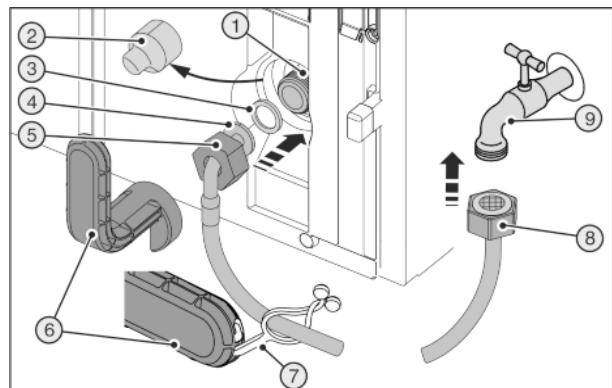
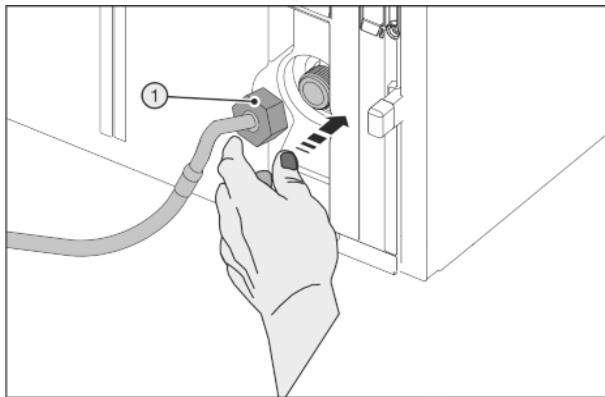

Fig. 48
Fig. 49
Сломанный вспомогательный инструмент Fig. 48 (6)!
- ▶ Вспомогательный инструмент Fig. 48 (6) использовать только при комнатной температуре.
- ▶ Снять крышку Fig. 48 (2).
- ▶ Облегченный монтаж: Выложить прямой конец шланга Fig. 48 (8) влево на землю.
- ▶ До конца сдвинуть гайку Fig. 48 (5) через конец шланга в виде угла Fig. 48 (4) и удерживать.
- ▶ Смочить уплотнение Fig. 48 (3) и вдавить в гайку Fig. 48 (5).
- ▷ Уплотнение Fig. 48 (3) прилегает и слегка поддерживается.
- ▶ Осторожно одеть гайку Fig. 49 (1) и накрутить на резьбу двумя пальцами до обеспечения надежной посадки.
- ▶ Затяните гайку Fig. 49 (1) с помощью вспомогательного инструмента Fig. 48 (6) по часовой стрелке, пока не будет достигнут максимальный момент затяжки и вспомогательный инструмент Fig. 48 (6) начнет прокручиваться.
- ▶ Навинтить гайку Fig. 48 (8) на запорный кран Fig. 48 (9).
- ▶ Затяните гайку Fig. 48 (8) с помощью вспомогательного инструмента Fig. 48 (6) по часовой стрелке, пока не будет достигнут максимальный момент затяжки и вспомогательный инструмент Fig. 48 (6) начнет прокручиваться.
- ▶ Откройте запорный кран Fig. 48 (9) системы подвода воды и проверьте герметичность всей водяной системы.
- ▶ Зацепить накладку Fig. 48 (7) в вспомогательном инструменте Fig. 48 (6) и для хранения закрепить на шланге из высококачественной стали.